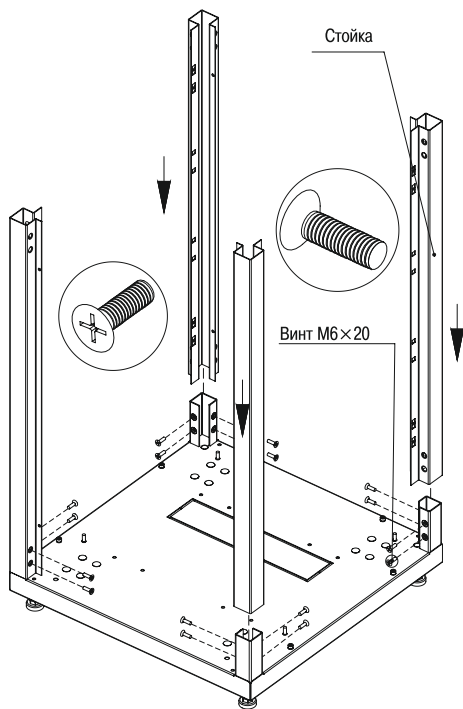

Рисунок 3
3.1.3 Извлеките из четвертого места стойки. Вставьте стойки в основание с опорами и закрепите винтами М6х20 с потайной головкой (рисунок 3).